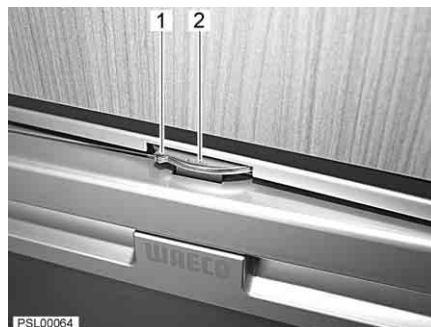

Fig. 81 Porta del frigorifero in posizione di ricircolo d'aria
■ Ruotare il bloccaggio inferiore e quello superiore (Fig. 81,1) verso sinistra fino alla battuta, in modo che l'arresto ingrani. La scritta "VENT" (Fig. 81,2) è visibile. La porta del frigorifero rimane ferma in posizione socchiusa.